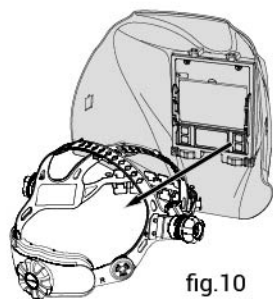

fig.10
- Fjern alt opprinnelig hodeutstyr (se fig.10).